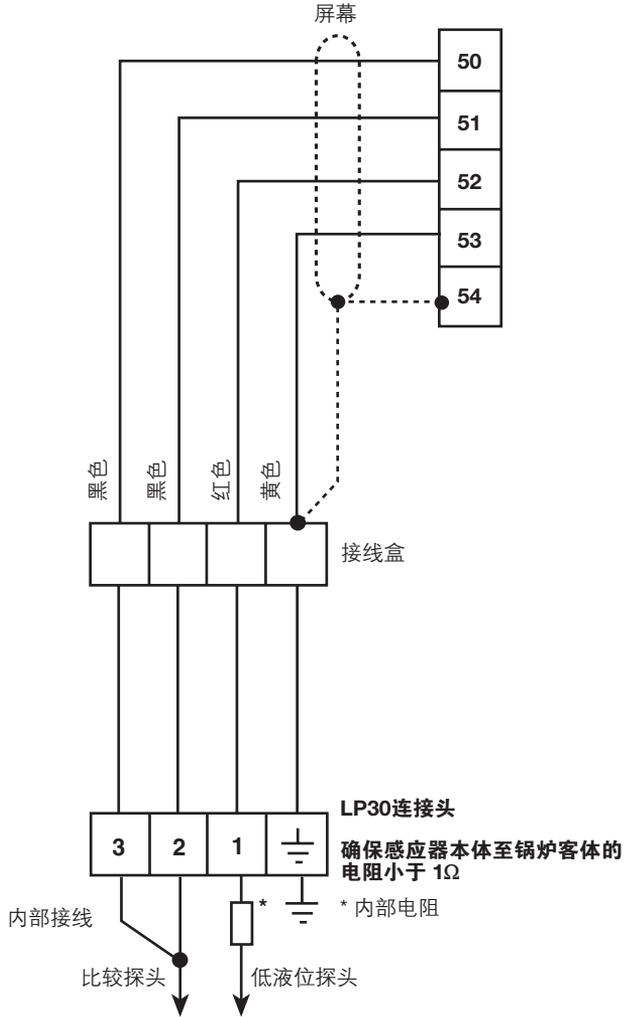

图11 UL/ FM 版本
- 2.拆除感应器 (如果已安装)并安装一对检测线到感应器底部, 两个线相互垂直, 距离感应器底部最大10 mm (3/8 ") - 见图11和12.